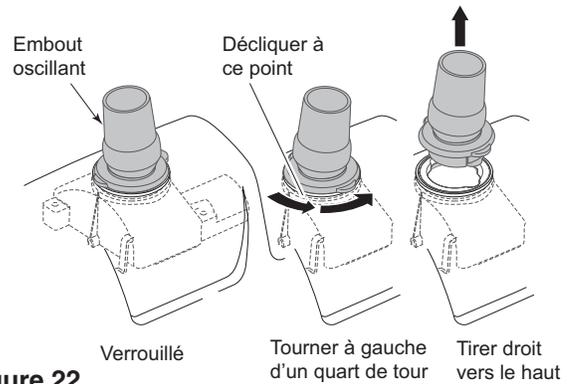

Figure 22
1. Retirer l'oscillateur (**Figure 22**) du nettoyeur en le tournant d'un quart de tour à gauche et en tirant dessus.